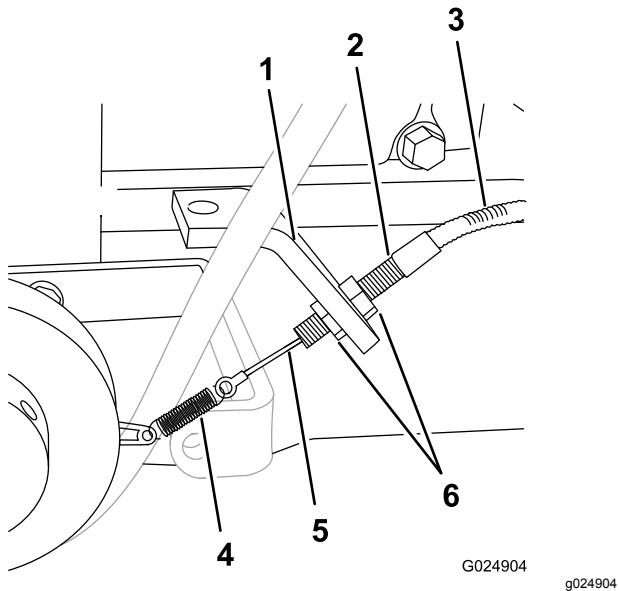

Figure 25
2. Desserrez les 2 écrous de blocage qui fixent le corps du câble d'embrayage au support d'embrayage, et tournez les écrous à chaque extrémité des filetages du corps (Figure 25).
3. Tenez le corps d'une main et soulevez légèrement la gaine du câble (Figure 25).
4. Tout en maintenant la tension sur le câble d'une main, tournez, avec l'autre main, les écrous de blocage jusqu'à ce qu'ils affleurent le support d'embrayage (Figure 25).
5. Serrez les écrous de blocage pour fixer le corps sur le support (Figure 25).
- Desserrez légèrement les 2 écrous de blocage (Figure 25).
- Tournez les écrous de blocage dans le sens horaire pour accroître la tension du câble ou dans le sens antihoraire pour réduire la tension (Figure 25).
- Serrez les écrous de blocage pour fixer le corps au support d'embrayage (Figure 25).